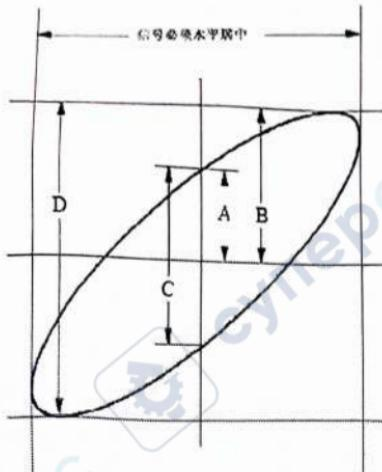

图 6-6：李沙育（Lissajous）图形
- (1) 将探头菜单衰减系数设定为 10X，并将探头上的开关设定为 10X（参见P10 的“如何进行探头衰减系数设定”）。
- (2) 将通道1的探头连接至网络的输入，将通道2的探头连接至网络的输出。
- (3) 按下 **自动设置** 按键，示波器把两个通道的信号打开并显示在屏幕上。
- (4) 调整 **垂直档位** 旋钮使两路信号显示的幅度大约相等。
- (5) 按 **采样** 面板按键，调出右侧菜单。
- (6) 在右侧菜单中选择 **XY模式** 为 **开启**。示波器将以李沙育 (Lissajous) 图形模式显示网络的输入输出特征。
- (7) 调整 **垂直档位**、**垂直位移** 旋钮使波形达到最佳效果。
- (8) 应用椭圆示波图形法观测并计算出相位差。见图 6-6。